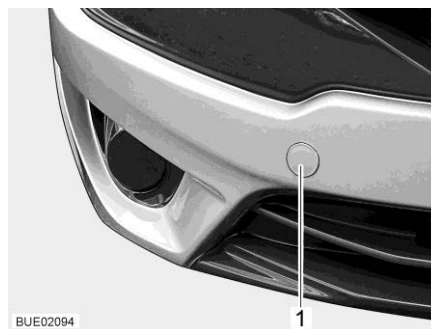

Fig. 57 Couvercle pour la fixation de l'œillet de remorquage (exemple)
- Retirer le couvercle (Fig. 57,1).